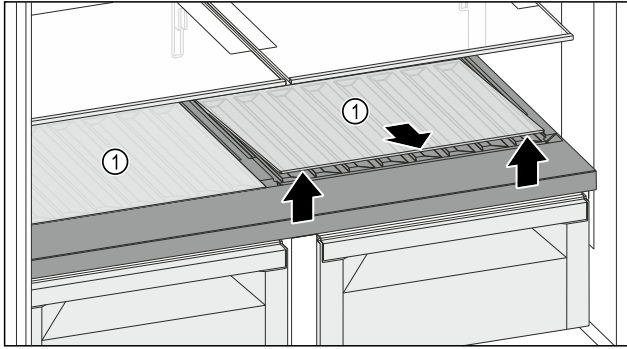

Fig. 130
- Soulever la plaque de verre ou les deux plaques de verre Fig. 130 (1) au niveau de l'évidement avant de la/les retirer.
- Entreposer la/les plaque(s) de verre Fig. 130 (1) dans un endroit sûr hors de l'appareil.